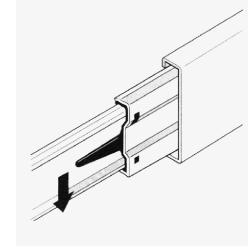
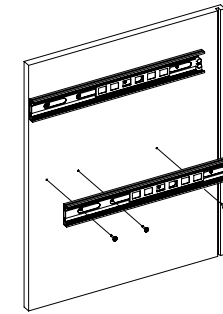

Рис.1
Рис.2
1. Подготовьте детали к сборке. Отсоедините от основания телескопических направляющих внутренние планки, отогнув пластиковый рычажок фиксатора (Рис. 1). Основания телескопических направляющих закрепите на деталях 5, 6 шурупами 3, 5x16 (Рис. 2).